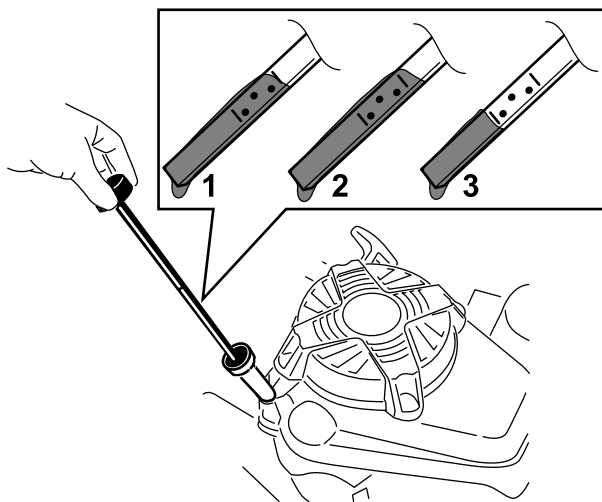

Figura 6
2. Girate il tappo in senso antiorario ed estraete l'asta di livello (Figura 6).
7. Controllate il livello dell'olio sull'asta (**Figura 6**).